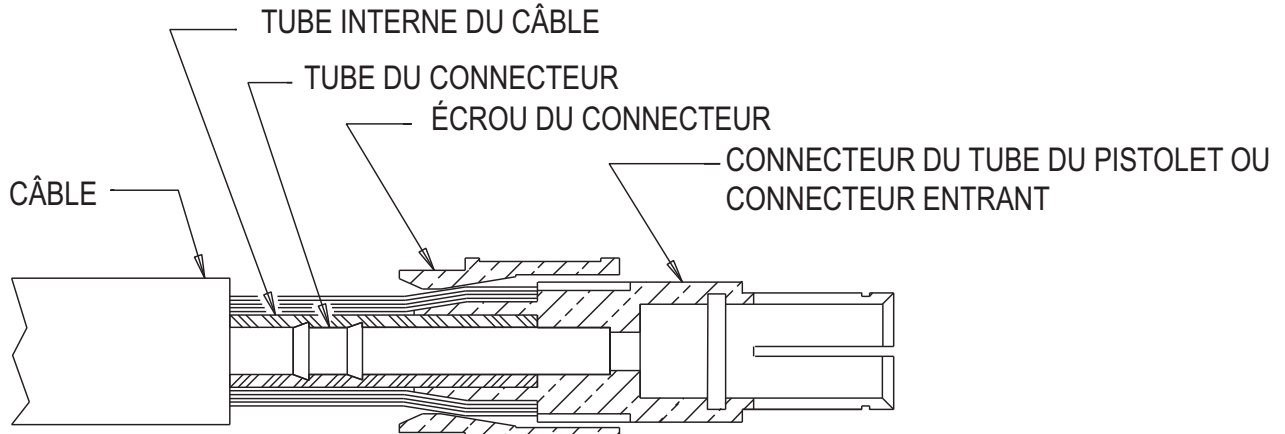

Figure E.3
- f) Vérifier que le protecteur du câble et la poignée du câble se trouvent sur le câble. Faire glisser l'écrou du connecteur sur les conducteurs en cuivre, l'extrémité filetée vers l'extérieur. Assembler le connecteur entrant sur le câble en poussant le tube en acier du connecteur dans le diamètre interne du tube intérieur du câble jusqu'à ce que les conducteurs en cuivre butent contre l'épaule du connecteur entrant. En maintenant les conducteurs en cuivre contre l'épaule, tirer l'écrou du connecteur par-dessus les conducteurs en cuivre, engager les filetages du connecteur du tube du pistolet et serrer pour mettre en place. Se reporter à la Figure E.3).